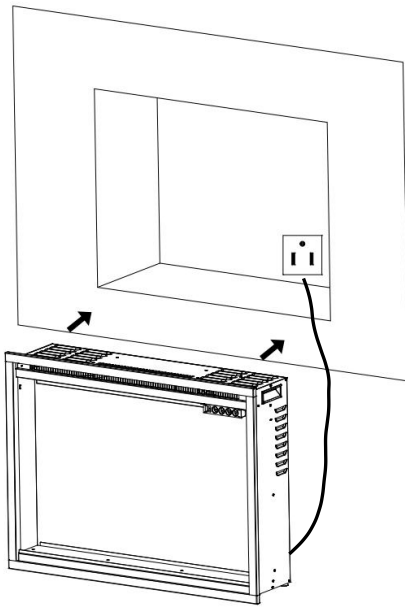
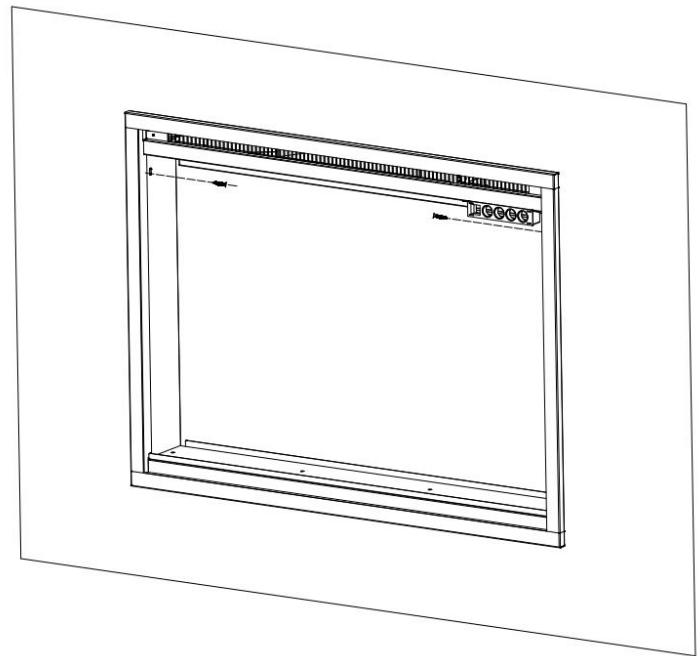

Fig. 2-1
Fig. 2-2
2. Pida a dos personas adultas que levanten la chimenea y la introduzcan en el marco de instalación y, a continuación, fíjela instalando **2** tornillos para madera (**B**) a través de los orificios (**Fig. 2-1, Fig. 2-2**).